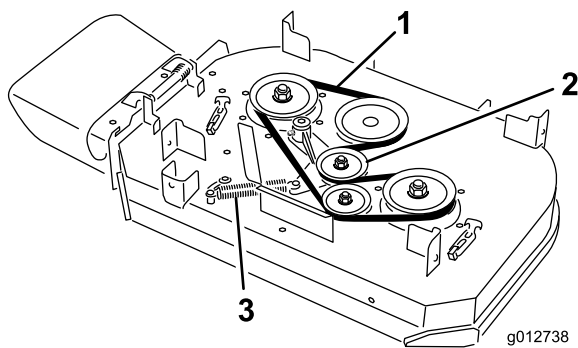

Figure 62
4. Décrochez le ressort du tenon d'ancrage sur le bras de la poulie de tension (Figure 62).
5. Enlevez la courroie usée du tablier de coupe (Figure 62).
6. Montez la courroie neuve sur la poulie d'embrayage, les poulies du tablier de coupe et la poulie de tension (Figure 62).
7. Accrochez le ressort au tenon d'ancrage sur le bras de la poulie de tension (Figure 62).
6. Montez la courroie neuve sur les poulies du tablier de coupe et la poulie de tension (Figure 62).
5. Décrochez le ressort du tenon d'ancrage sur le bras de la poulie de tension (Figure 62).
6. Enlevez la courroie usée du tablier de coupe (Figure 62).
7. Montez la courroie neuve sur les poulies du tablier de coupe, la poulie d'embrayage et la poulie de tension (Figure 62).
8. Montez le ressort sur le tenon d'ancrage (Figure 62).